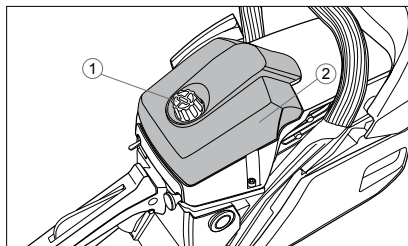

Рис. 24
1. Открутите фиксатор 1 (рис. 24) и снимите крышку воздушного фильтра 2.